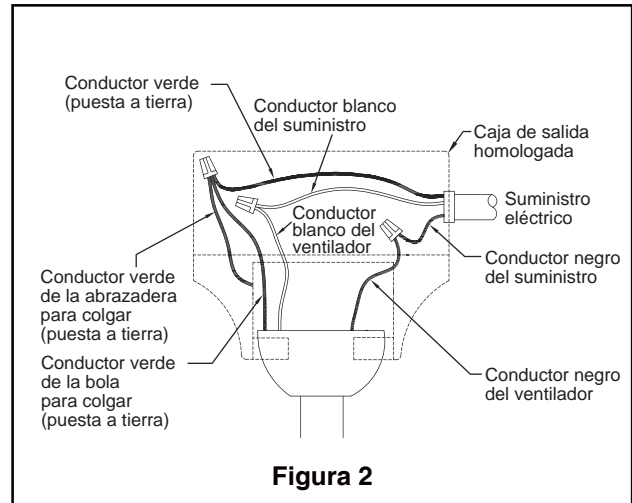

Figura 2
1. Conecte el conductor verde con conexión a tierra de la bola para colgar y el conductor verde con conexión a tierra de la abrazadera para colgar al conductor de suministro con conexión a tierra (posiblemente un conductor desnudo o un cable con aislante verde). Conecte los cables a los conectores provistos de forma segura. Conecte el conductor blanco del motor del ventilador al conductor blanco (neutro) mediante el conector provisto de forma segura. Conecte el conductor negro del motor del ventilador y el conector azul al conductor negro mediante el conector provisto de forma segura. (Figura 2)